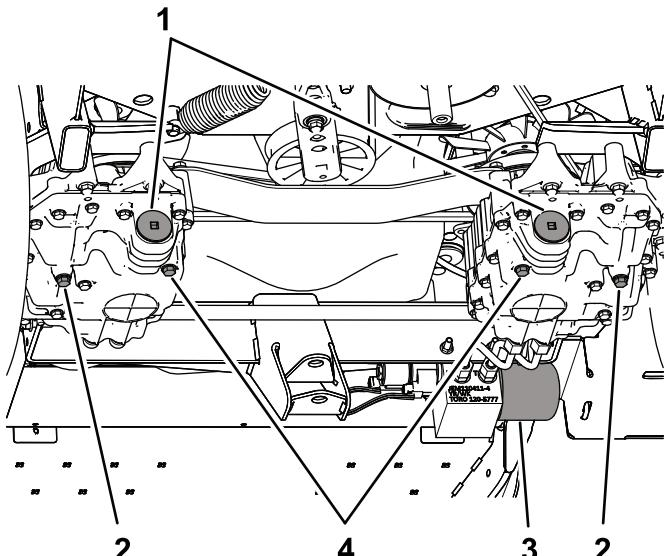

Figura 69
- Retire el tapón de vaciado en el lado de la bomba y el tapón de vaciado en el lado de los engranajes (Figura 69) y deje que el aceite se drene completamente.